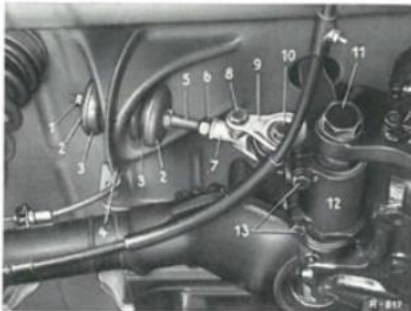

Bild 40-3/14
Zur Einstellung der Mittelstellung sowie des Achsstandes der Hinterachse die Sechskantmutter (Kontermutter) (6) und die Sechskantmutter mit Sicherungsmutter an der Querstrebe (5) lösen. Dann die Querstrebe entsprechend hinein- oder herausdrehen (Bild 40-3/14).